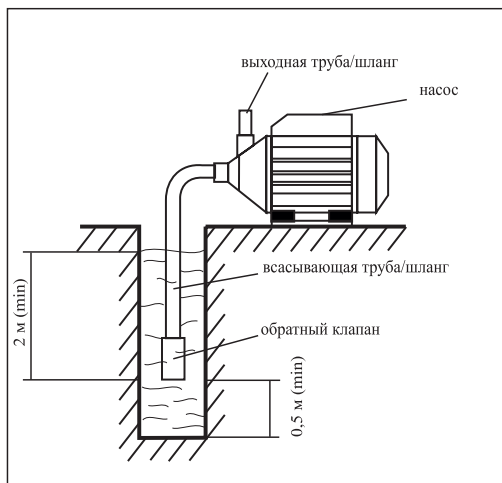

рис. 2
- всасывающую трубу (шланг) присоединить к входному патрубку и погрузить в воду, как указано на рис.2;